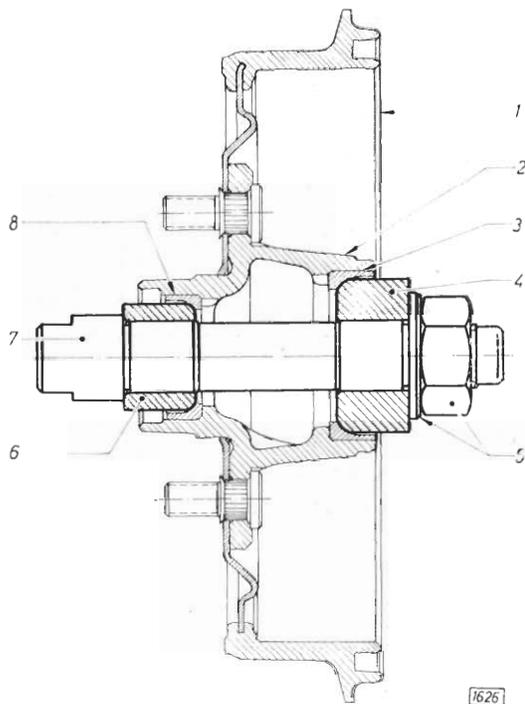

Bild 27 - Vorderrad-Bremstrommel mit Nabe auf Prüf- und Drehdorn aufgenommen
2. Beide äußeren Laufringe gut säubern und Bremstrommel auf Prüf- und Drehdorn S-1215 nach Bild 27 aufnehmen.
1. Vorderrad-Bremstrommel, wie in Bild 27 gezeigt, auf Prüf- und Drehdorn S-1215 aufnehmen. Dabei Arbeiten nach Pos. 1 und 2 im Arbeitsvorgang „Bremstrommel schlichten“ durchführen.